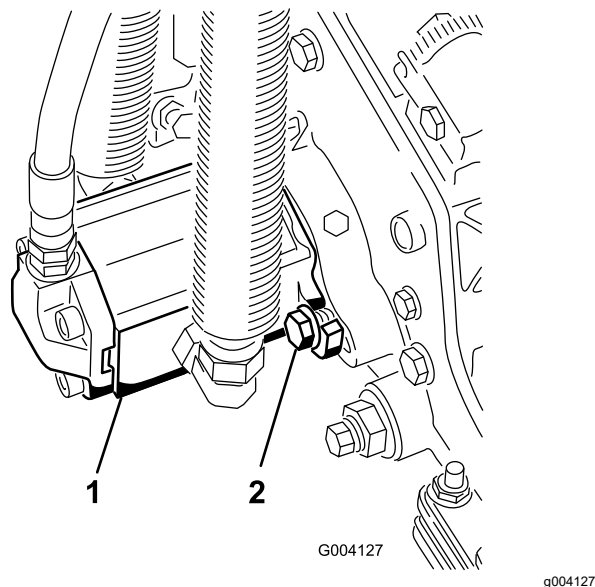

Figura 13
16. Para instalar el motor, gírelo en sentido horario para que las bridas del motor no choquen con los pernos (Figura 13).